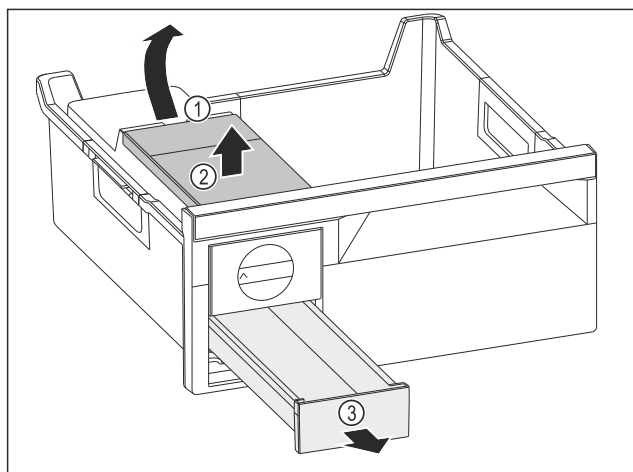

Fig. 147
- 取出水箱: 从凹槽 Fig. 147 (1) 抬起水箱。
- 朝上取出水箱 Fig. 147 (2)。
- 朝前取出冰块抽屉 Fig. 147 (3)。